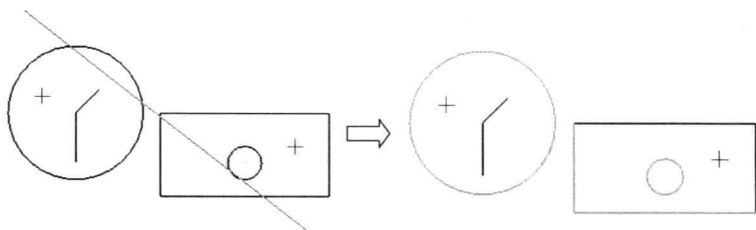

图 1-15 “矢量”选择
⑥ “向量”：当用户选择多个几何图素时，可以通过绘制一条连续的矢量线，再按〈Enter〉键结束，凡是与之相交的图素均被选中，“矢量”选择如图 1-15 所示。